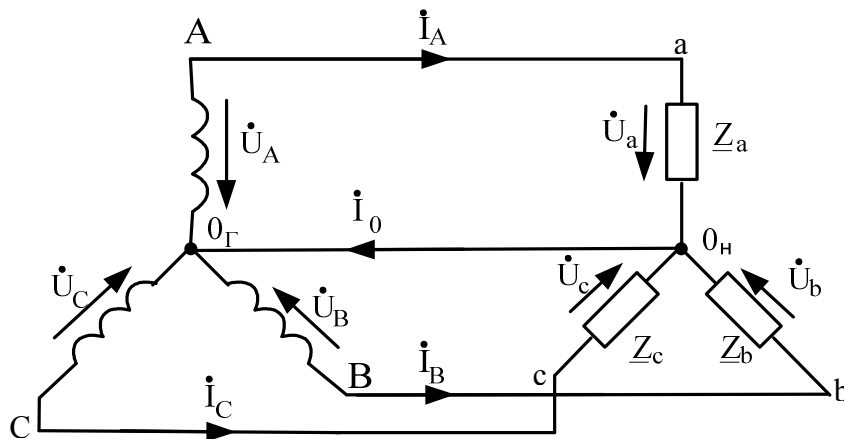

Рис. 5.4
5.2.3. Основные соотношения для четырехпроводной трехфазной цепи (схема на рис. 5.4).